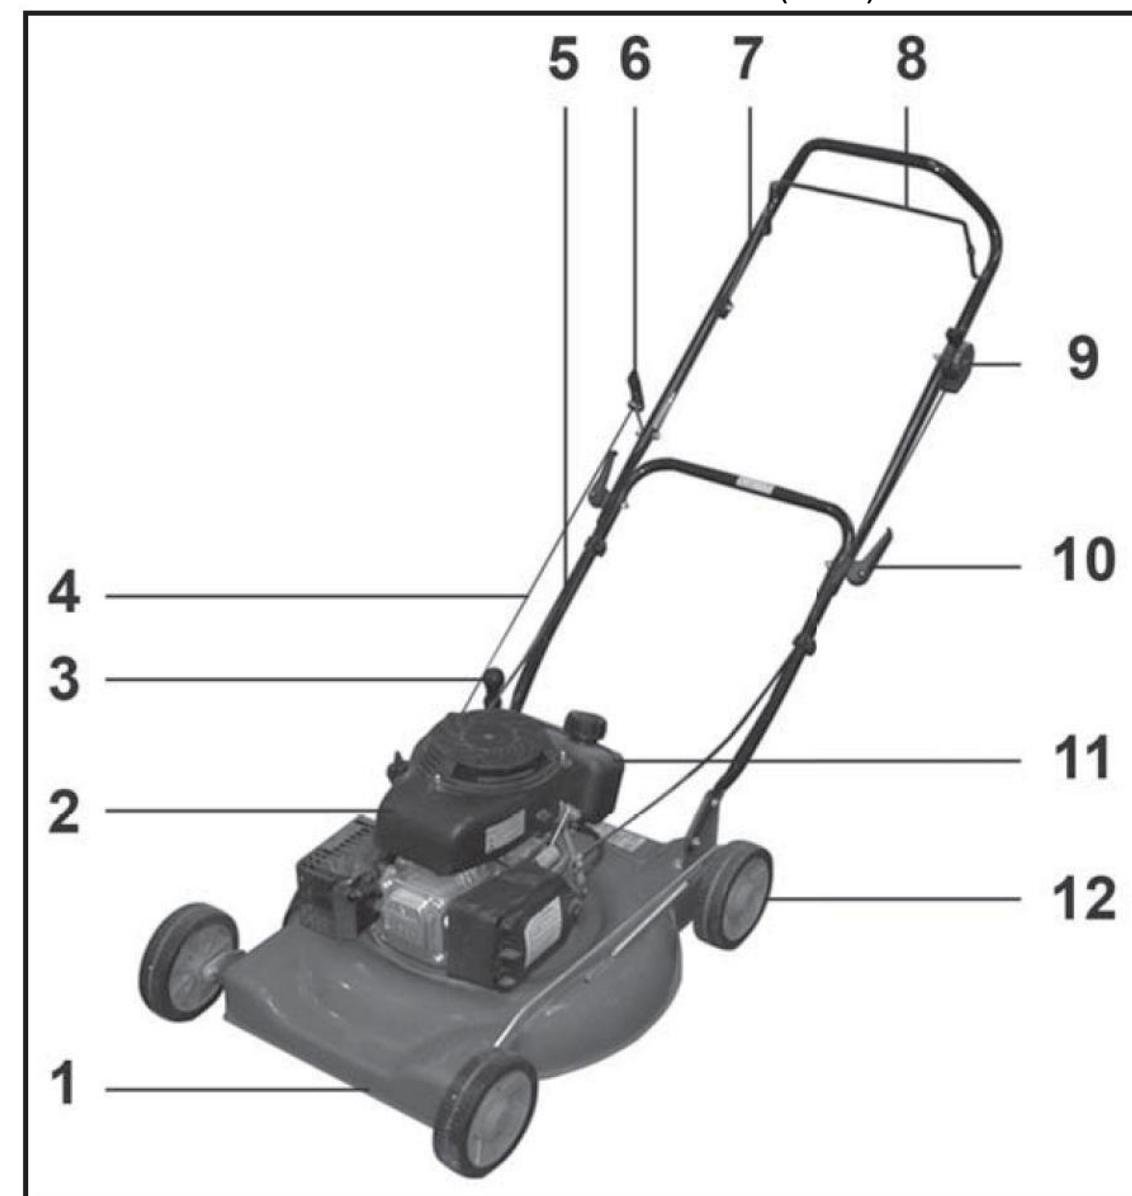

Рис. 2
5. УСТРОЙСТВО ГАЗОКОСИЛКИ (Рис. 2).